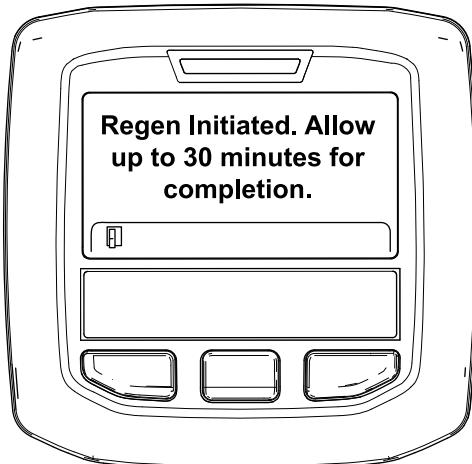

Figura 46
- Se la rigenerazione è consentita, nell'InfoCenter viene visualizzato il messaggio "Rigen. inizializzata. Attendere fino a 30 minuti per il completamento", attendete il completamento del processo di rigenerazione parcheggiata da parte della macchina (Figura 46).